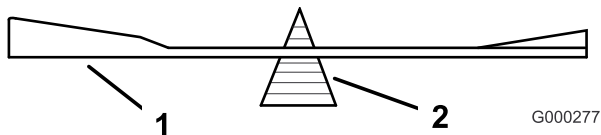

Figure 57
2. Vérifiez l'équilibre de la lame en la plaçant sur un équilibreur (Figure 57). Si la lame reste horizontale,